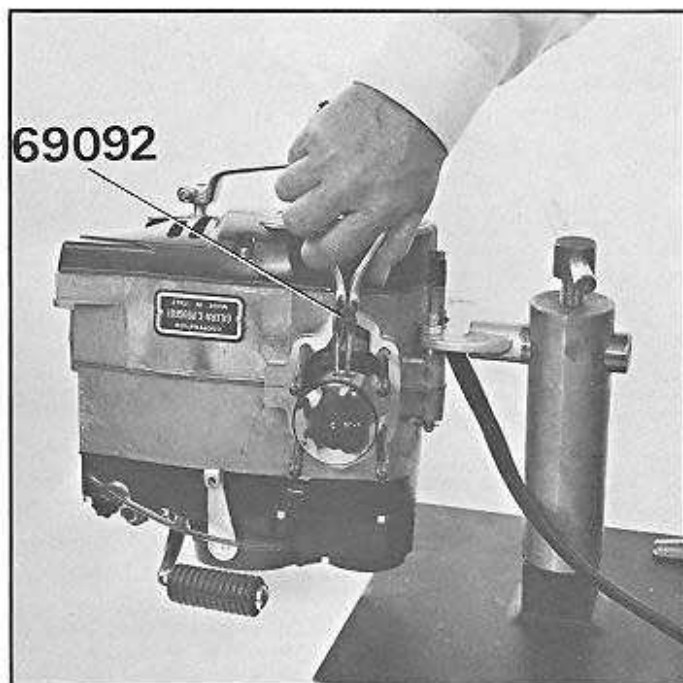

Fig. 14
- Retirer les deux circlips à l'aide de la pince n° 69092 (fig. 14).